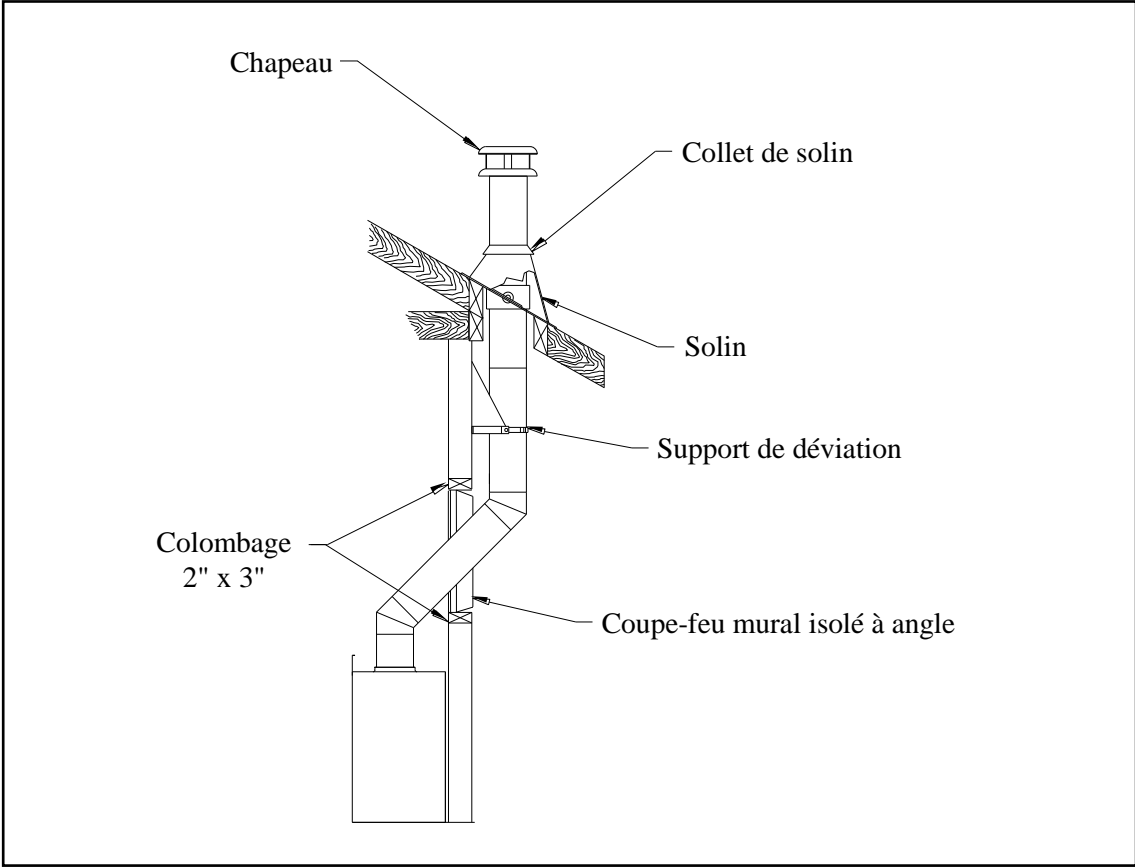

Figure 32
1. Installez le premier coude, l'orienter dans la direction désirée. Verrouillez-le à la cheminée à l'aide de trois (3) vis de 12 mm (1/2 po.) de long (fourni avec le coude).
2. Installez la longueur de cheminée nécessaire pour obtenir le dévoiement désiré. Verrouillez les sections entre elles. Il est recommandé d'utiliser trois (3) vis de 12 mm (1/2 po.) de long. Si la déviation est faite de deux sections et plus, utilisez un support de déviation ou de toit à mi-chemin, le long de la déviation. Si la déviation traverse un mur, utilisez un coupe-radiation mural (Figures 32 & 33).
3. Placez le deuxième coude pour ramener la cheminée à la verticale. Verrouillez-le à la cheminée à l'aide de trois (3) vis de 12 mm (1/2 po.) (fourni avec le coude).